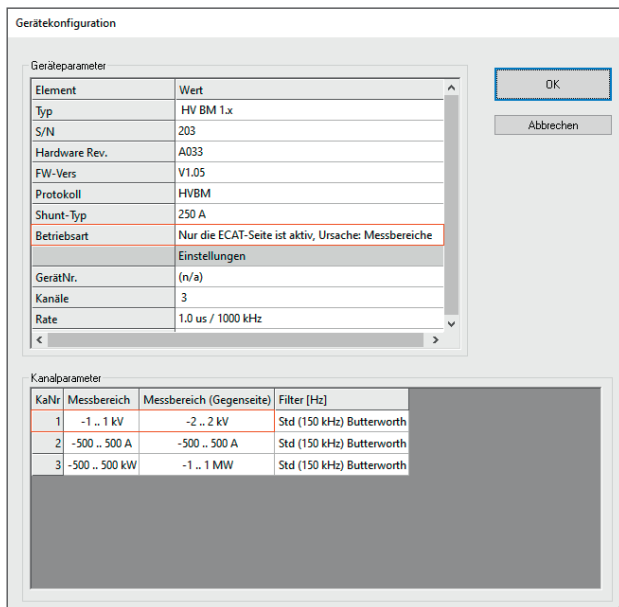

Abb. 6-35: **Dialog für Gerätekonfiguration**, abweichende Messbereiche für CAN und ECAT
Am Modul wird dies durch entsprechende permanent **rot leuchtende Messkanal-LEDs** signalisiert. Diese Abweichung wird im Dialog **Gerätekonfiguration** in der Zeile **Betriebsart** angezeigt (Abb. 6-35).
- ⇒ Der Dialog **Gerätekonfiguration** öffnet sich (Abb. 6-35).